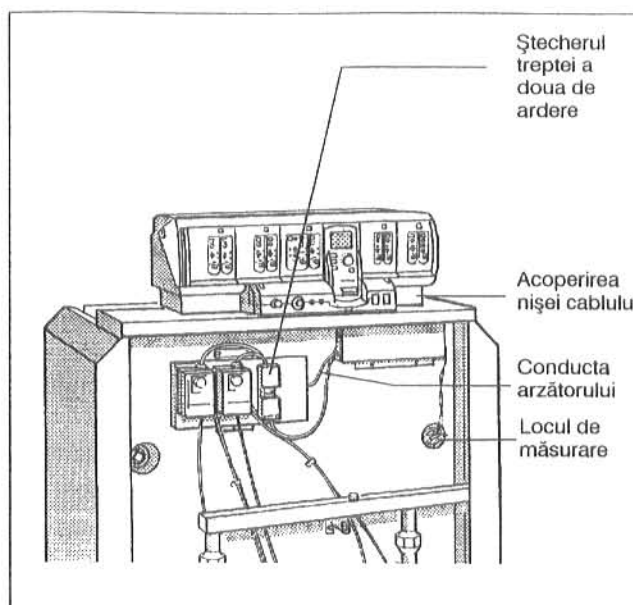

Fig. 15: Partea frontală a cazanului
- Se deșurubează acoperirea nișei de cablu (Fig. 15).
- Conductele capilare ale senzorului de măsurare a temperaturii și, la reglarea "Ecomatic" conducta senzorului de măsurare a temperaturii apei cazanului, se vor conduce pe sub capota frontală a cazanului spre locul de măsurare din față. Se va derula numai atât cât este necesar (Fig. 15).
- Conducta arzătorului se va conduce prin nișa cablului și pe sub capota din față a cazanului în spate spre partea de racordare a aparatului de reglare. (Fig. 15).
- La arzătoarele cu două trepte se îndepărtează ștecherul cu punte și se introduce în locul lui ștecherul conductei arzătorului treapta a doua de ardere (Fig. 15).